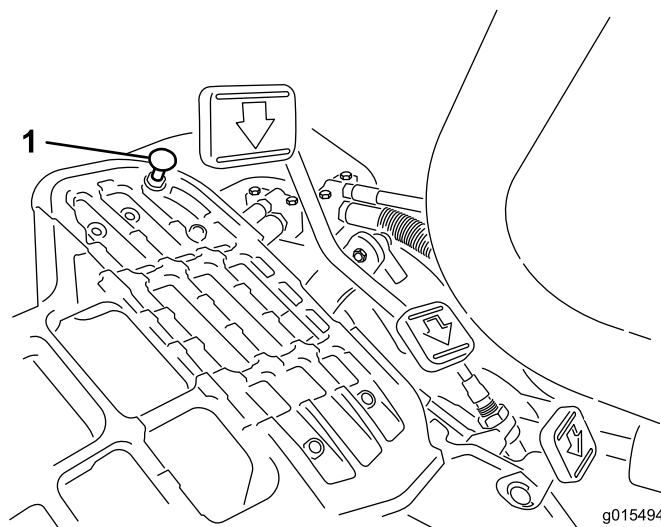

Figura 49
Carregue no pedal de tracção. Se o pedal entrara em contacto com o batente (Figura 49) antes de se sentir tensão no cabo, é necessário efectuar um ajuste:
1. Desaperte as porcas de bloqueio de cabeça de flange que fixam o batente do pedal à placa inferior (Figura 49).